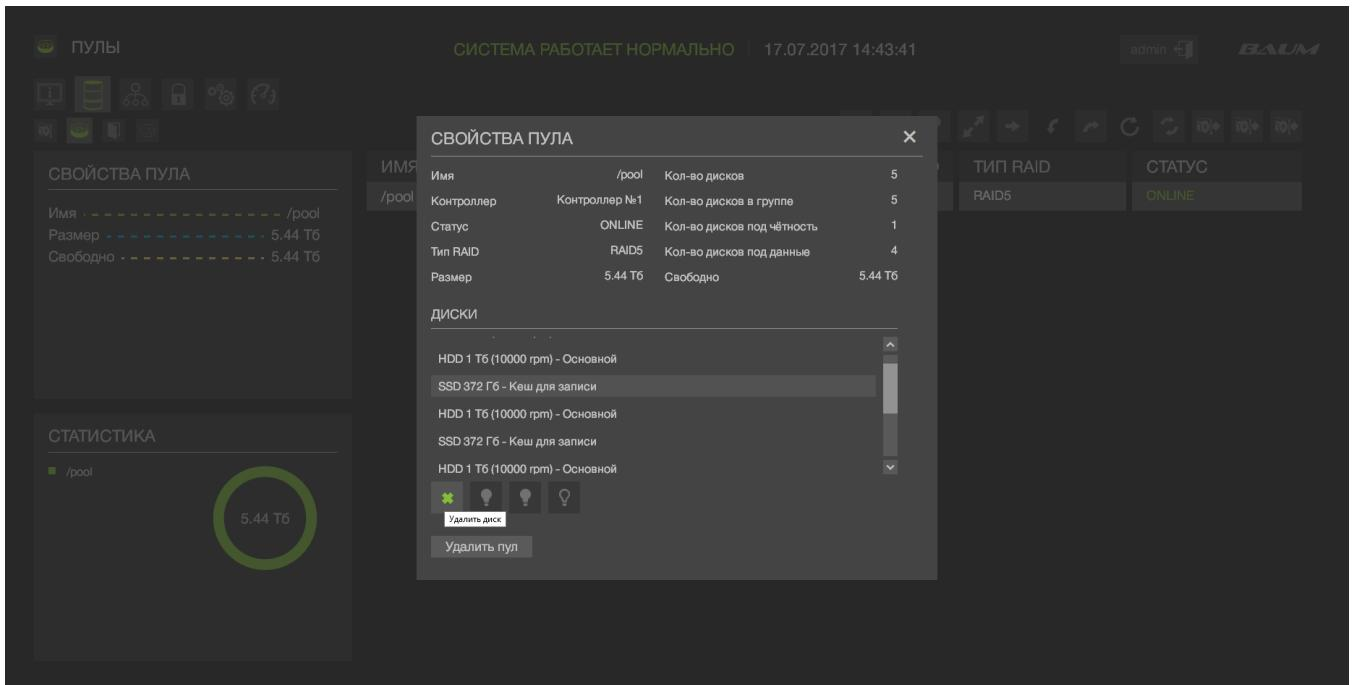

Рисунок 25 – Удаление из массива кэша на запись
- 4) Выбрать один из SSD дисков, помеченных как «Кэш для записи»(см. Рисунок 25).